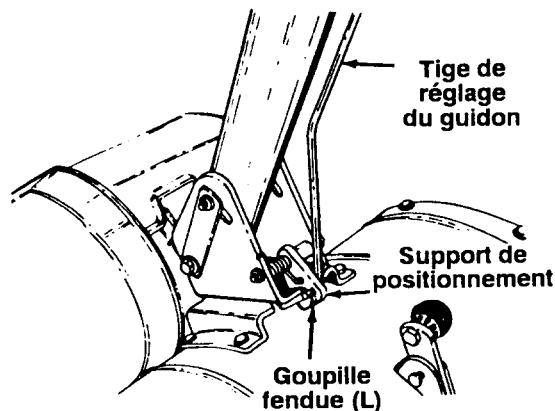

FIGURE 13
21. Enfoncez l'extrémité à crochet de la tige de réglage du guidon dans le support de positionnement, comme à la figure 13. Attachez avec la goupille fendue (L). Pliez les extrémités de la goupille dans des directions opposées.